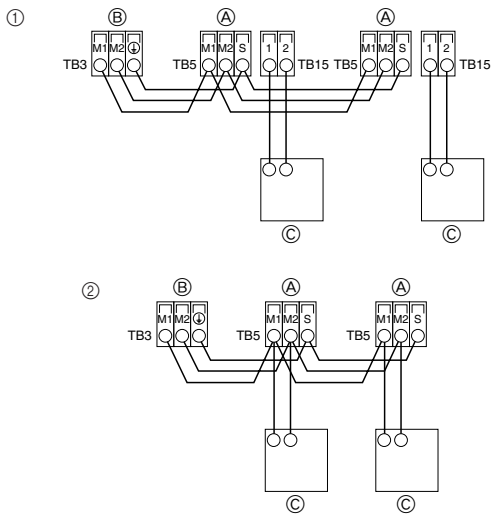

Fig. 6-2
6.2. Conexión de los cables de transmisión del mando a distancia y de las unidades exterior e interior (Fig. 6-2)
- ① Mando a distancia MA
- ② Mando a distancia M-NET
- ③ Bloque de terminales para los cables de transmisión interiores